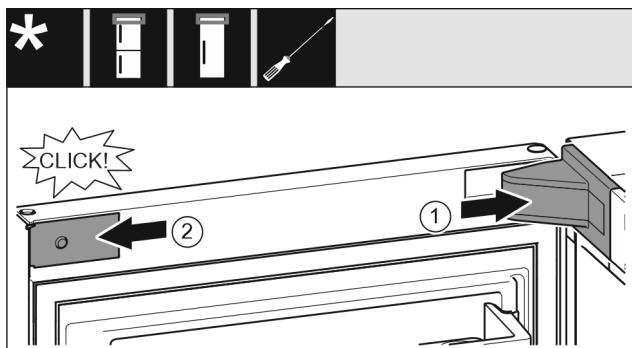

Fig. 24
- Nasadte kryt ložiskovej konzoly Fig. 24 (1) a zaklapnite, príp. opatrne roztačte.
- Nasadte kryt Fig. 24 (2) zboču a zaklapnite ho.